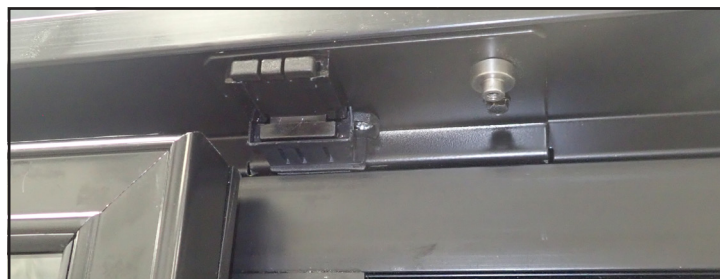

Fig. 23. Prise de l'axe de charnière posée sur le côté opposé.
5. Le cas échéant, déplacez le logement de l'axe de charnière vers le côté opposé. Voir fig. 23.